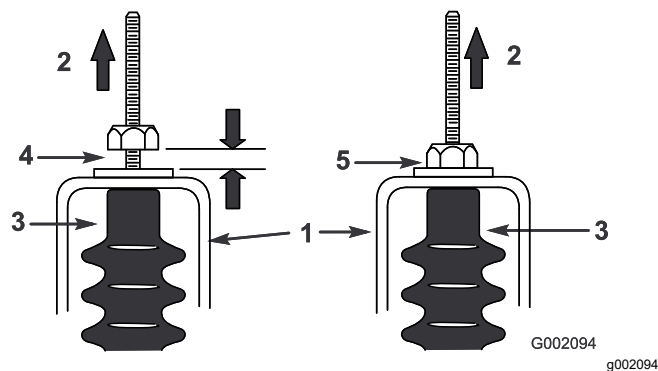

Bild 63
5. Ziehen Sie an jedem Schaltzug, um sicherzustellen, dass der Abstand zwischen der Mutter bzw. Scheibe und der Leerlaufhalterung zwischen 0,76 mm und 1,52 mm liegt (Bild 63).